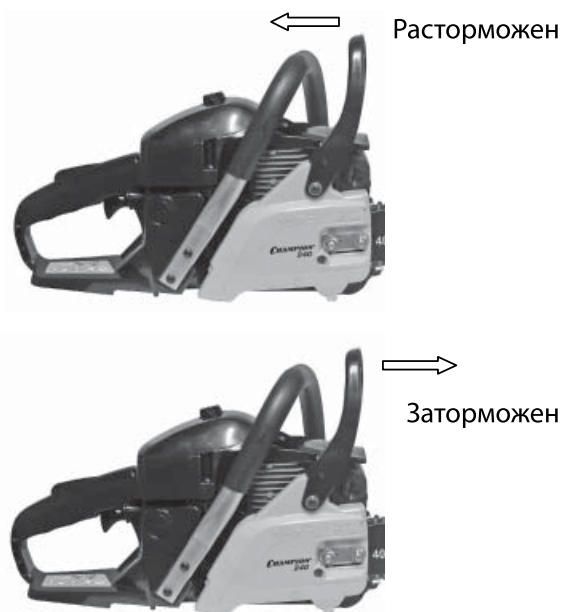

Рис.7
1. Тормоз Цепи РАСТОРМОЖЕН (цепь может вращаться), когда РУЧКА ТОРМОЗА ВЗВЕДЕНА (рис. 7).
2. Тормоз Цепи ЗАТОРМОЖЕН (цепь остановлена), когда тормозной рычаг находится во включенном положении. В этом положении Вы не в состоянии повернуть цепь (рис. 7).
3. Убедитесь, что тормоз цепи заторможен (рис. 7).
**ПОСЛЕ ЗАПУСКА ДВИГАТЕЛЯ НЕ МЕДЛЕННО УСТАНОВИТЕ ТОРМОЗ ЦЕПИ В ПОЗИЦИЮ РАСТОРМОЖЕН (Рис.7).**